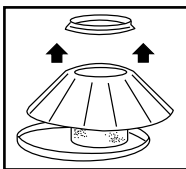

FIGURE 7
15. Pour nettoyer le filtre sec réutilisable, retirez la bague de montage et le filtre du support de couvercle **FIGURE 7.** Secouez l'excédent de saleté et de poussière ou (en fonction de l'état du filtre) rincez à l'eau.